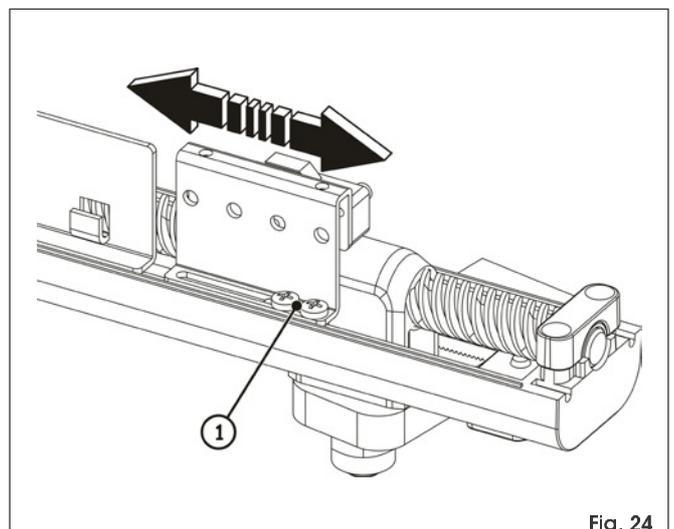

Fig. 24
2. Allentare le viti di fissaggio del finecorsa da regolare, Fig.24 rif. ①.